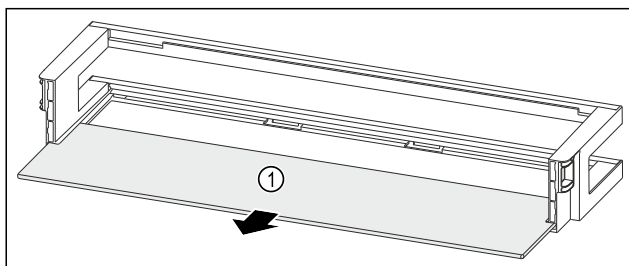

Fig. 116 Лотки на дверцятах з полицею
- ▶ Дістаньте полицю Fig. 116 (1).